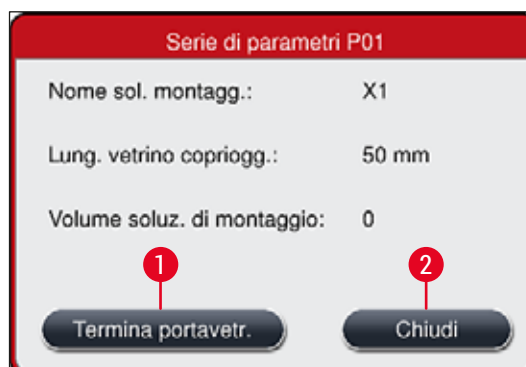

Fig. 79
2. Viene visualizzata una panoramica del portavetrini di cui viene annullata l'operazione (→ Fig. 79).